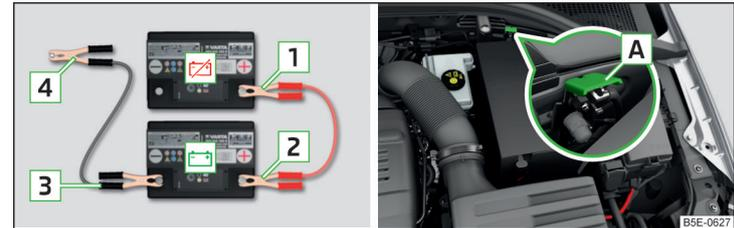

Abb. 310 Starthilfe: ☒ - entladene Batterie, ☒ - stromgebende Batterie / Massepunkt des Motors beim START-STOPP-System
- Bei Fahrzeugen mit dem START-STOPP-System die Klemme 4 am Massepunkt des Motors A befestigen » Abb. 310.